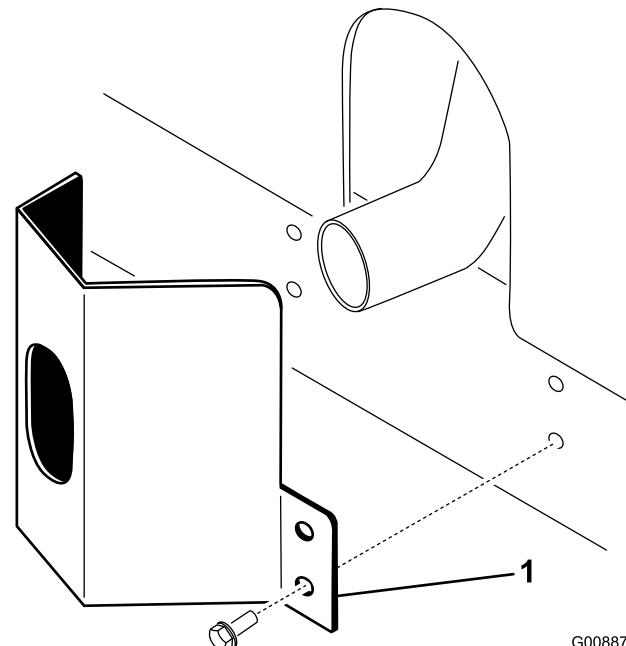

Bild 12
| 2. Befestigen Sie das Auspuffschutzblech mit vier Blechschrauben am Rahmen (Bild 12). | |
1. Positionieren Sie das Auspuffschutzblech um den Schalldämpfer, während Sie gleichzeitig die Befestigungslöcher auf die im Rahmen abstimmen (Bild 12).